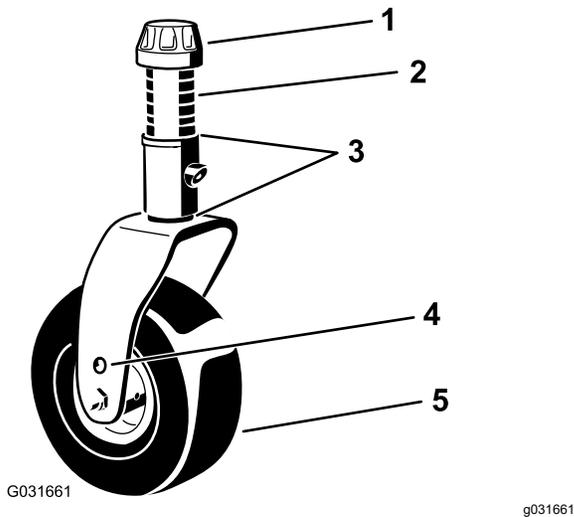

Bild 7
Stecken Sie die Laufradachsen in beiden Laufradgabeln in die gleichen Löcher. Ermitteln Sie die richtigen Löcher für die Einstellung mit Bild 7 und Bild 8.
1. Entfernen Sie die Spannkappe von der Spindelwelle (Bild 7) und ziehen die Spindel aus dem Laufradarm heraus. Ziehen Sie 2 Beilagscheiben so auf die Spindelwelle, wie sie ursprünglich montiert waren. Diese Beilagscheiben sind erforderlich, um alle Mähwerke über die Breite auf ein Niveau zu bringen.
2. Schieben Sie die entsprechende Anzahl der Distanzstücke auf die Spindelwelle, um die gewünschte Schnitthöhe zu erhalten (Bild 7).